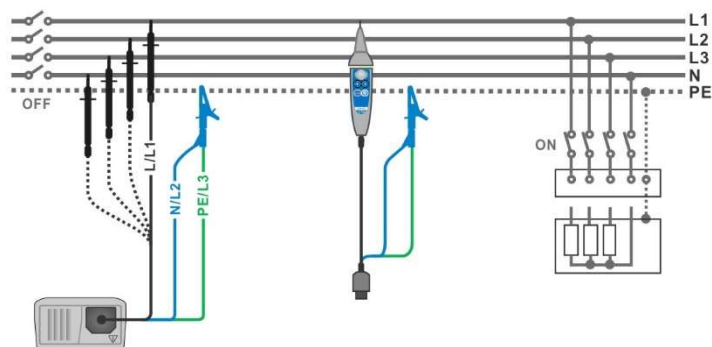

Figura 5.6: Connessioni per misure di isolamento
- ☐ **Collegare** il cavo di prova allo strumento e l'elemento da testare (vedi figura 5.6).